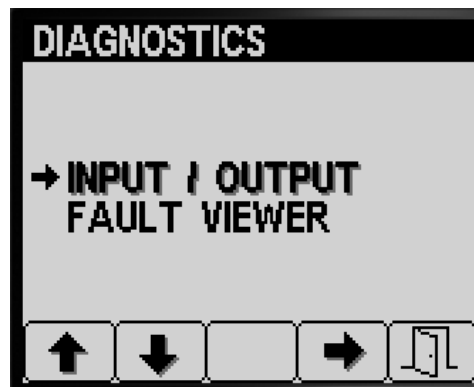

図 84
1. 整備画面から、ボタン 1 または 2 を何度か押して INPUT/OUTPUT を選択する 図 84。
2. ボタン 3 で INPUT/OUTPUT へ入る 図 84。
- ボタン 5 を押すと INPUT/OUTPUT 画面を終了し、診断画面に戻る 図 84。